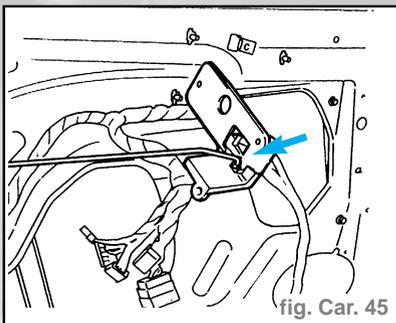

fig. Car. 45
- Déloger le levier en le désassemblant de la tringle de commande de la gâche (fig. Car. 45).